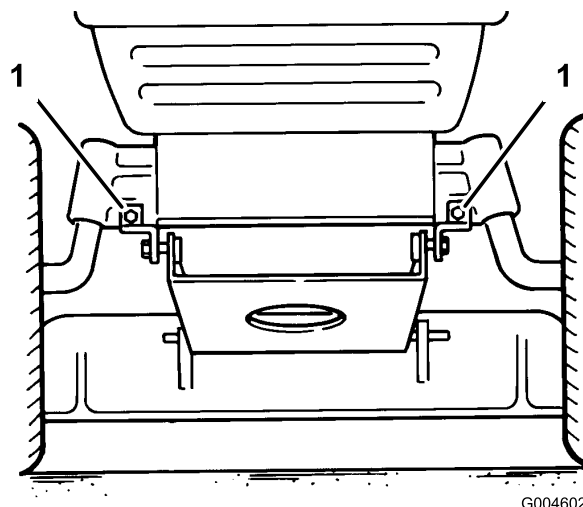

Figura 41
14. Estraete le due staffe di montaggio orientabili del perno del tosaerba dall'assale anteriore (Figura 41).
11. Montate le staffe di fissaggio orientabili del tosaerba sul ponte anteriore con bulloni e dadi di bloccaggio (Figura 41).